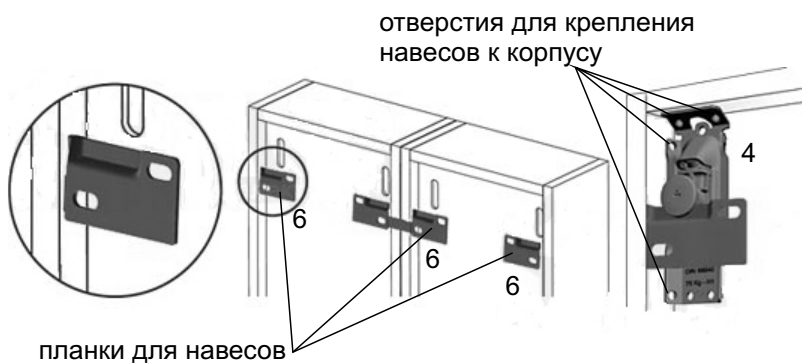
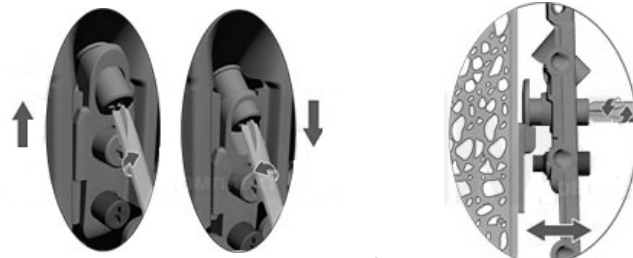

рис. 2
рис. 3
3. С задней стороны шкафа прикрутить невесы (4) саморезами 3,5x20 (11), которые ввинчиваются в топ (III) и боковины шкафа (I, II), в соответствующие отверстия (рис. 2)
4. Закрепить планки (6) для навесов (4) на стене, предварительно наметив места их расположения, в соответствии с местами расположения шкафа(шкафов).
5. Если рядом вешаются несколько шкафов, их необходимо скрепить между собой межсекционными стяжками (17), предварительно просверлив отверстия $\phi 5$ в смежных боковинах.
6. Отрегулировать шкаф(ы) по вертикали и глубине (рис. 3), закрыть отверстия в задней стенке заглушками (5).
7. Навесить фасады (VI), досверлить отверстия сверлом $\phi 5$ мм в месте предполагаемого расположения ручки, предварительно приложив брусок в месте предполагаемого выхода сверла.